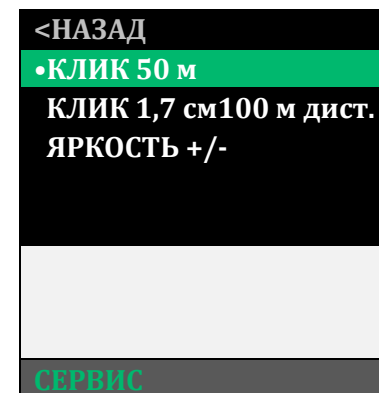

Рисунок 26 – Назначение кнопок
Данный раздел позволяет пользователю назначить функционал кнопкам (3) и (5) в основном режиме (см. рис. 26):